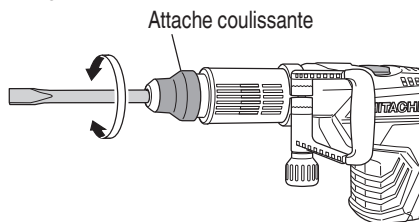

Fig. 4
- (2) Tourner l'attache coulissante ou l'outil comme illustré à la Fig. 4 et fixer l'outil dans le sens de travail souhaité.